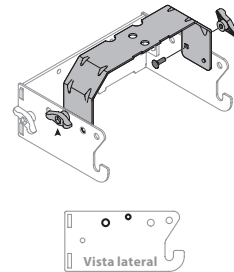

Figura 5
2. Dé vuelta el conjunto y monte la ménsula de soporte del enganche a la ménsula de soporte universal (783-08129) usando dos pernos de carro (710-0276) y las perillas de aleta (720-04122) del paquete de herrajes 689-02364, como se indica en la Figura 5.